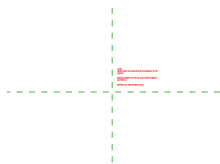

图 3-3 族样板
(1) 在主页中单击“族”→“新建”或单击“文件”程序菜单→“族”→“新建”命令，打开“新族 - 选择样板文件”对话框，选择“注释”文件夹中的“公制详图索引标头.rft”为样板族，如图 3-2 所示。单击“打开”按钮进入族编辑器，结果如图 3-3 所示。